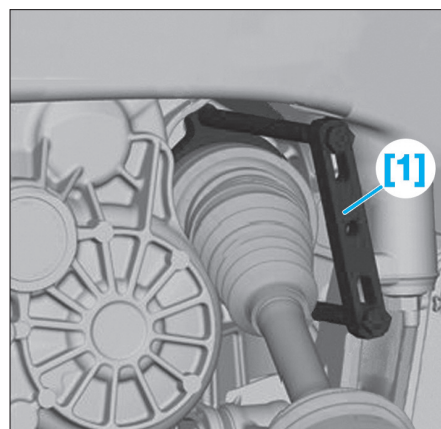

Fig. 4
- A l'aide de l'outil [1] et de l'extracteur à inertie [2] déposer la transmission de l'arbre de sortie de la boîte de vitesses (Fig.4).